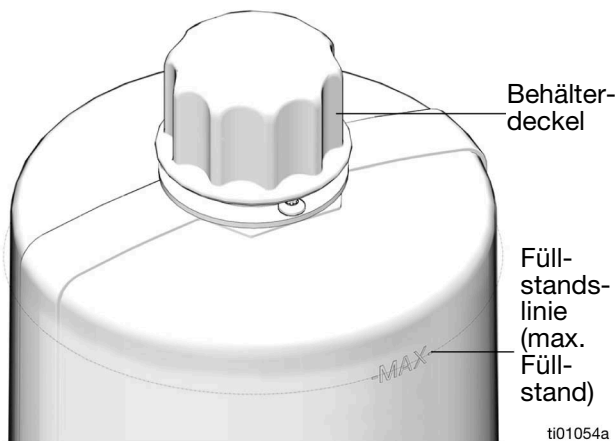

ABB. 22
- Nicht überfüllen (ABB. 22).
1. Einfülldeckel abnehmen (Z) (ABB. 22).
2. Schmiermittelbehälter bis zur Füllstandslinie (max. Füllstand) mit Schmieröl befüllen (ABB. 22).
3. Fülldeckel (Z) wieder aufsetzen. Drehen Sie den Einfülldeckel sicher von Hand fest.